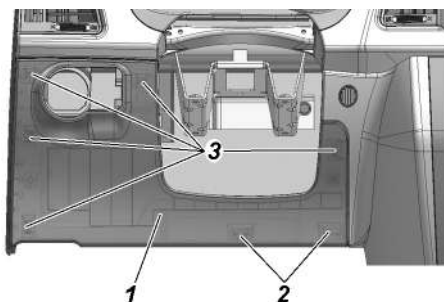

Рис. 9.35. Установка крышки блока реле и предохранителей :
– вывести из зацепления две защелки 2 (рис. 9.35) с обратной стороны крышки блока, расположенные в нижней ее части;